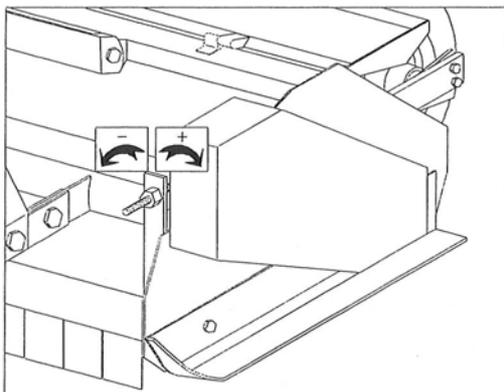
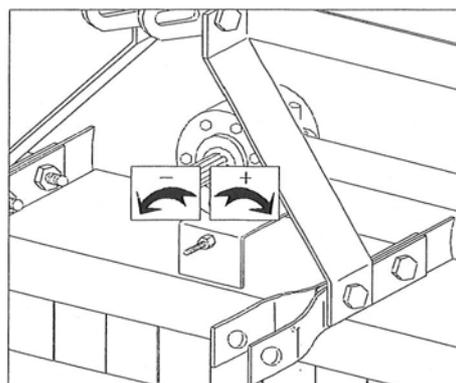

Figure 13: Vis de réglage tension courroies extrémité
Figure 14: Vis de réglage tension courroies boftier
3. **Controler la situation des courroies de transmission en suivant les indications reportees à la table 2**; regler l'exacte tension au moyen du registre (figure 13) si le modele est depourvu de tendeur de courroies automatique.
4. Substituer les courroies lorsqu'elles sont usees (longueur SPBX). Pour effectuer la substitution, il est suffisant de relacher la vis de registre d'extremite (figure 13 page 13) et la vis de registre du boftier (figure 14 page 13). Deplacer le systeme de transmission en arriere. Substituer les courroies et les retendre au moyen des vis de registre du bâtTier et d'extremite en s'assurant que l'axe du boftier soit parfaitement perpendiculaire aux courroies.